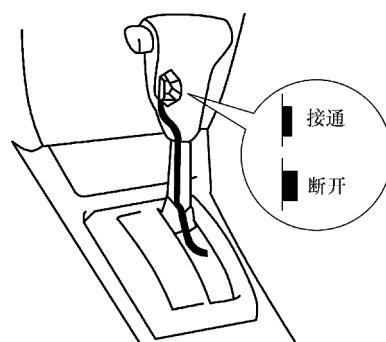

图 6-6 O/D 开关结构
(1) O/D 开关的功用 O/D 开关 (超速档开关) 一般安装在变速杆上，如图 6-6 所示。它由驾驶人操作控制，可以使自动变速器有或没有超速档。